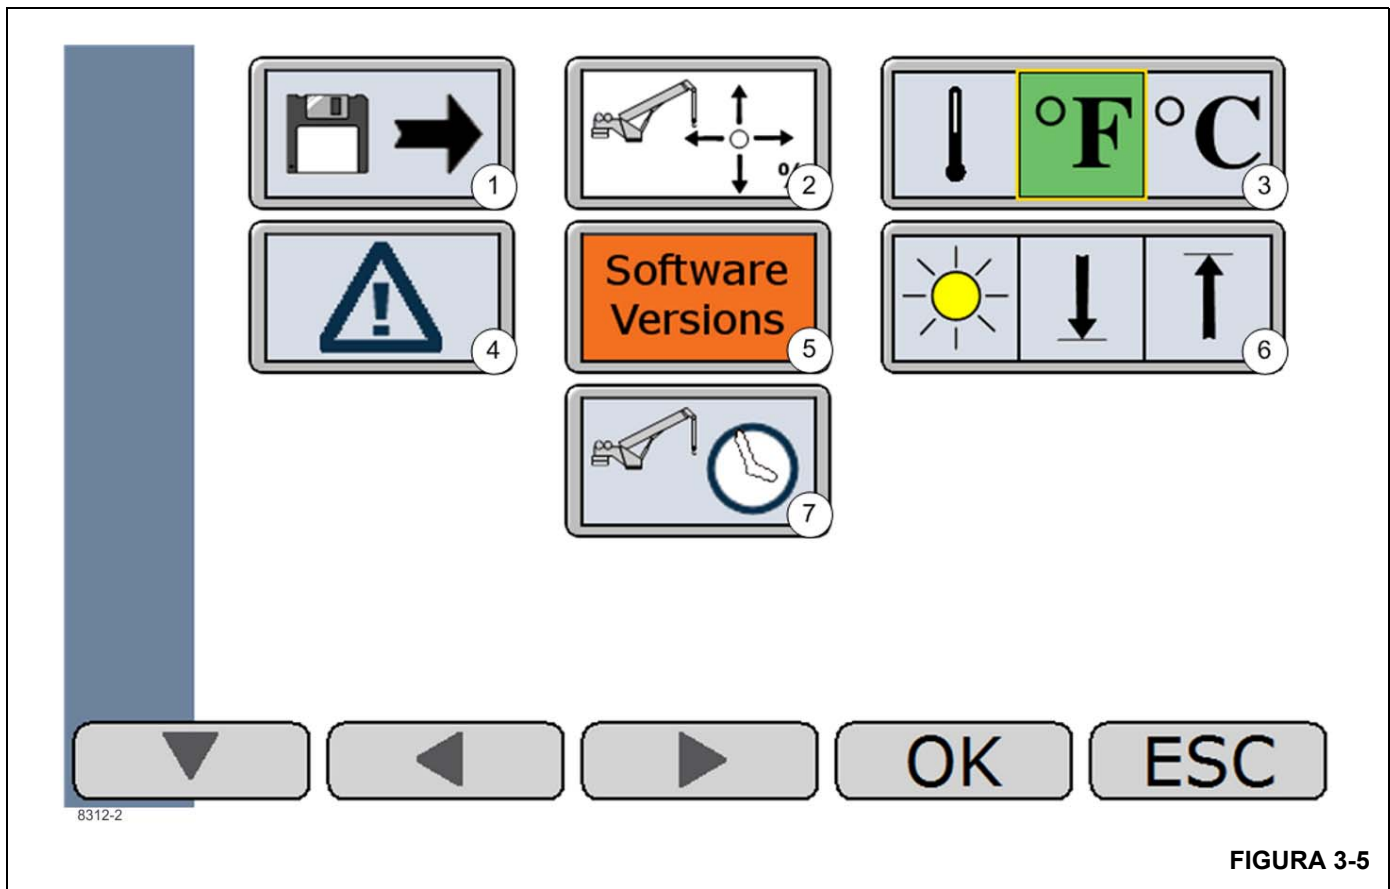

FIGURA 3-5
La vista de menús (Figura 3-5) permite al operador ver/modificar los valores preajustados, cambiar las unidades de temperatura y el nivel de brillo, ver las fallas activas, ver las versiones de software y revisar el tiempo de utilización de las funciones de la grúa. La navegación en esta vista se hace con los botones direccionales en la parte inferior de la vista. La selección actualmente activa se resaltará en color naranja. Después de que se hace una selección, el sistema muestra la siguiente vista. En el caso de las unidades de temperatura y el control de brillo, el icono resaltado pasará de color naranja a color verde y luego se pueden hacer selecciones adicionales en la vista.
Carga de valores preajustados del operador (1) (Figura 3-5)